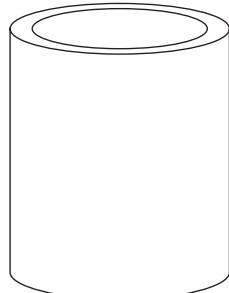

Abbildung 3: Qualcrimp Crimp-Zubehör
■ **Figure 3 : Accessoire de sertissage Qualcrimp**